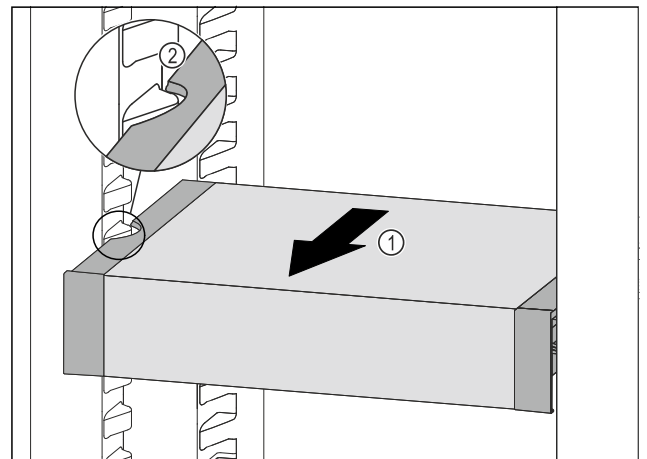

Fig. 98
- ▶ VarioSafe naar voren trekken Fig. 98 (1), tot de uitsparingen aan de zijkant van de VarioSafe zich ter hoogte van de rib in het koelgedeelte bevinden. Fig. 98 (2)